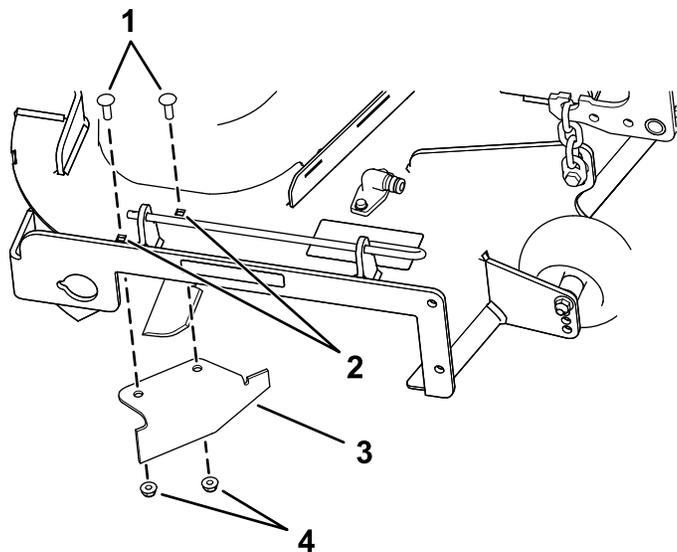

Figure 31
- Localisez le déflecteur d'ouverture dans le sachet des pièces détachées et retirez les fixations des trous arrière de la plaque d'éjection (Figure 31).